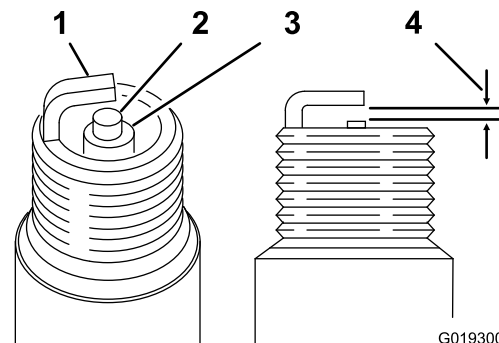

Figure 45
- Examinez le centre de la bougie (Figure 45). Si le bec isolant est recouvert d'un léger dépôt gris ou brun, le moteur fonctionne correctement.
1. Contrôlez l'écartement entre les électrodes centrale et latérale (Figure 45) si l'écartement n'est pas correct.